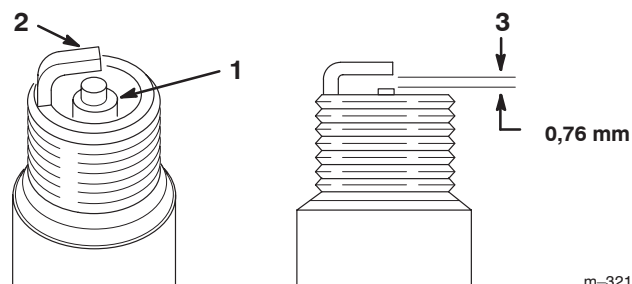

Bild 58
- Sehen Sie sich die Mitte der Zündkerzen an (Bild 58).
- Prüfen Sie den Abstand zwischen den mittleren und seitlichen Elektroden (Bild 58) und biegen die seitliche Elektrode bei falschem Abstand zurecht.